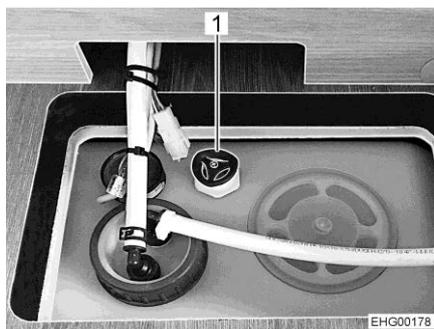

Fig. 143 Réservoir d'eau avec poignée tournante
- Faire tourner la poignée tournante (Fig. 143,1) du réservoir d'eau à fond dans le sens inverse des aiguilles d'une montre au-delà de la résistance pour ouvrir entièrement l'ouverture d'écoulement.